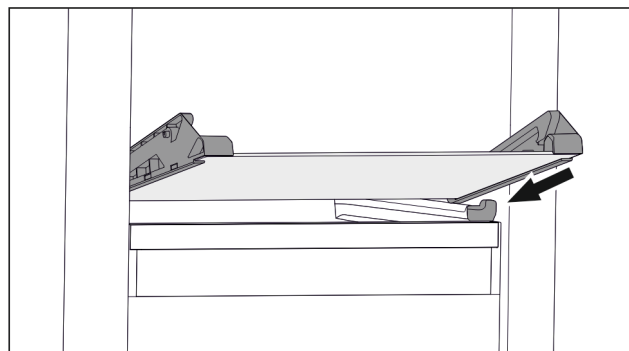

Fig. 75 Glasplatte des abklippbaren Schubfachs
- Glasplatte schräg hinter den Stoppern aufsetzen. (siehe Fig. 75)